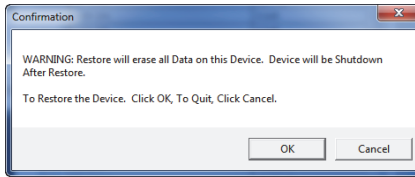

Figura 7-30 Caixa de diálogo para confirmar o início da restauração
4. Quando a caixa de diálogo **Confirmation** aparecer (veja Figura 7-30 na página 217), clique em **OK** para iniciar o processo de restauração.